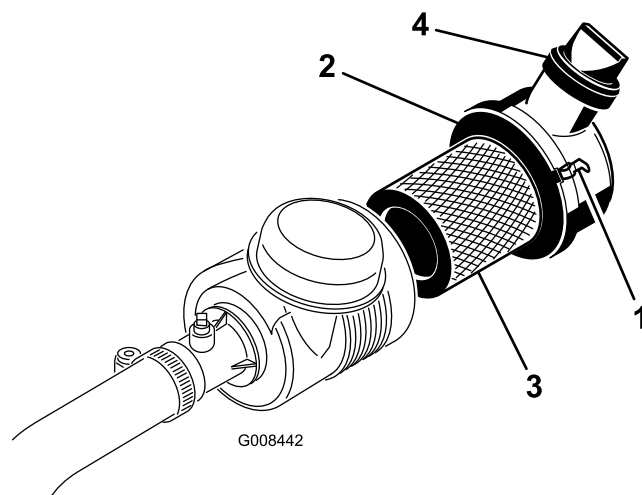

Figura 33
1. Liberte os trincos que fixam a cobertura do filtro de ar ao respetivo corpo (Figura 33).
7. Certifique-se de que os trincos prendem a cobertura ao corpo (Figura 33).